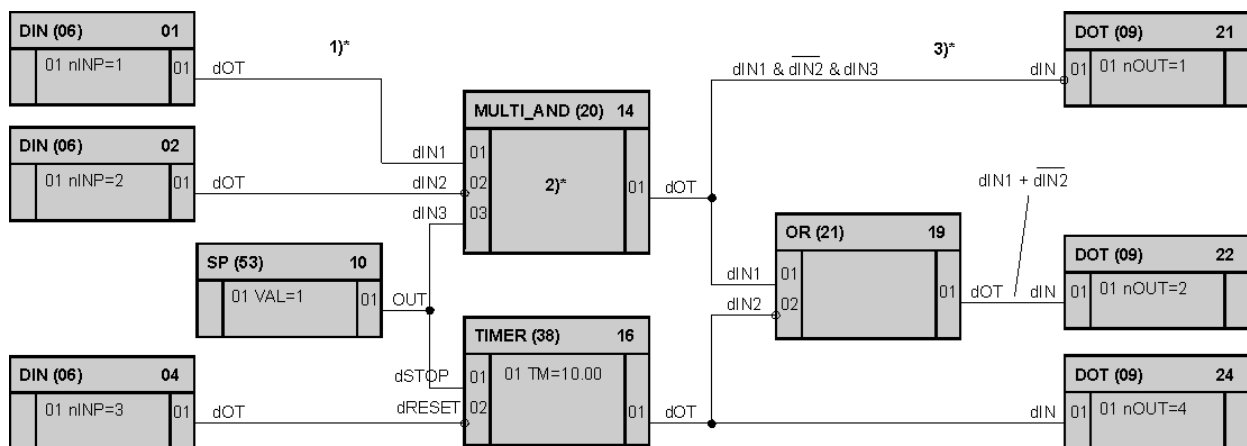

Рисунок 4.6 - Пример конфигурирования
На рис. 4.6 представлен пример конфигурирования.
На рис. 4.6 представлены различные примеры и варианты конфигурирования:
3) Выходной сигнал функционального блока многовходового И 14-MULTI_AND(20)-03 подается на 1-й дискретный выход контроллера, для чего на вход 01 блока дискретного выхода 21-DOT(09) подключен 01 выход блока многовходового И 14-MULTI_AND(20)-03. Сигнал на входе 01 функционального блока дискретного выхода 21-DOT(09) инвертируется.
4) На рис.4.6 показана инверсия входов следующих функциональных блоков: Вход 02 и 03 блока 14-MULTI_AND(20)-03, вход 02 блока 16-TIMER(38), вход 02 блока 19-OR(21), вход 01 блока 21-DOT(09).